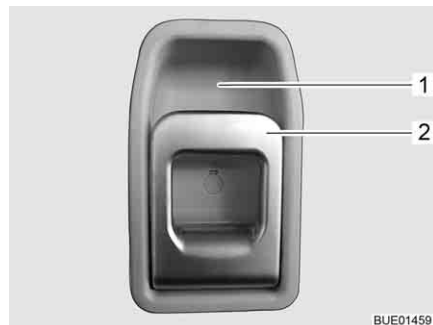

Fig. 28 Serrure de la porte cellule, à l'intérieur
- Tirer sur la poignée (Fig. 28,2). La serrure de la porte est déverrouillée.
- Appuyer sur la poignée (Fig. 28,2) en haut en direction de l'évidement (Fig. 28,1) dans lequel elle repose.